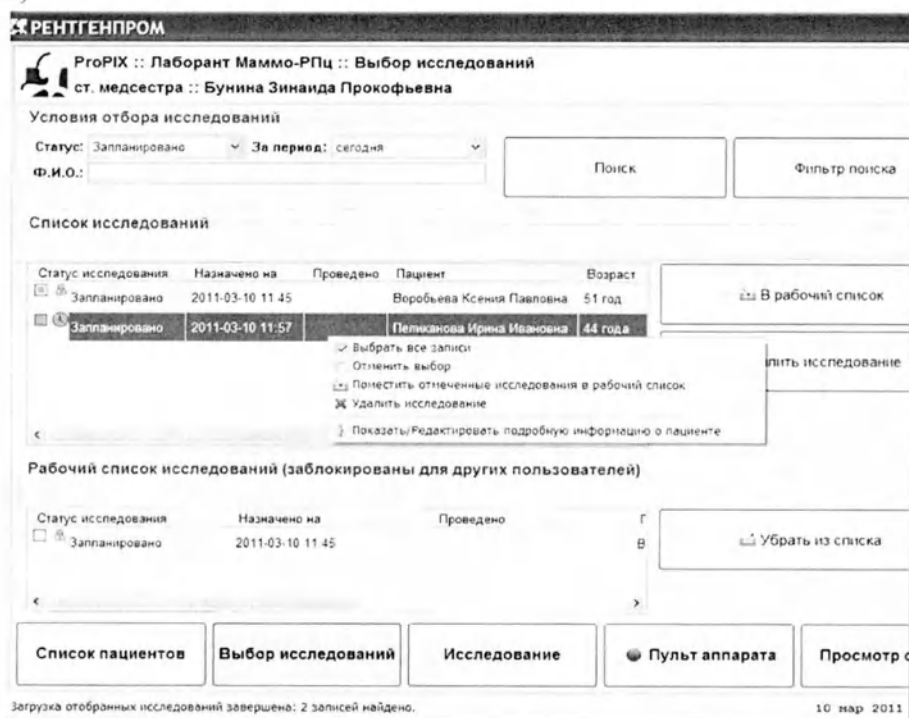

Рисунок 17 – Окно со списком запланированных исследований
- нажать кнопку «**Выбор исследований**» - на экран выйдет список запланированных регистратором (или лаборантом) исследований (рис.17);